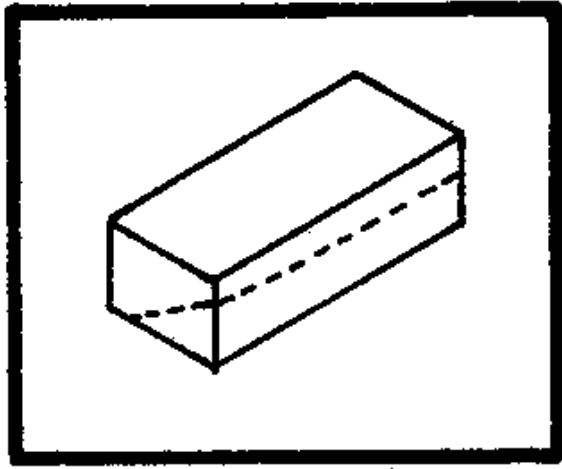

Fig. 14 - Side Break
54. Side Breaks (See Fig. 14.)